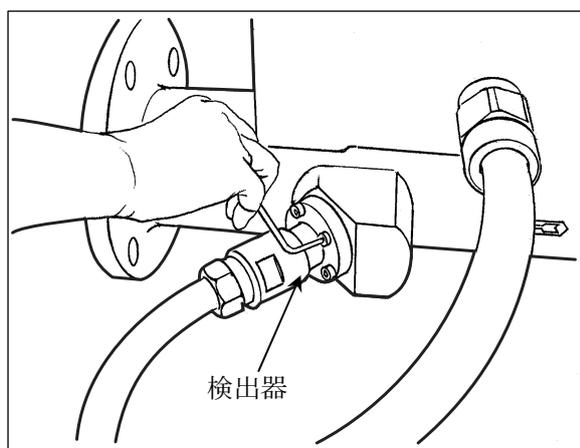

図 7-1; 六角穴付きボルトの取り外し
- (1) 六角棒レンチを用いて六角穴付きボルトを外します。(図 7-1)